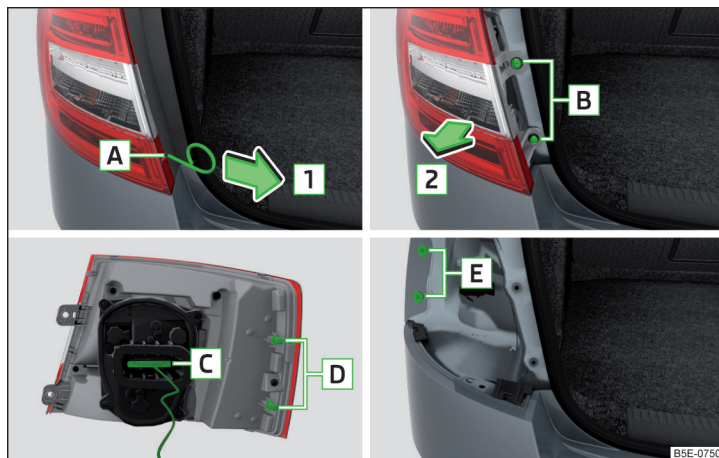

Fig. 362 Desmontar la lámpara
- Introducir en la apertura **A**¹⁾ » fig. 362 el estribo para retirar los tapacubos integrales.
- Introducir la lámpara con la espiga **D** en la toma **E** » fig. 362 en la carrocería.